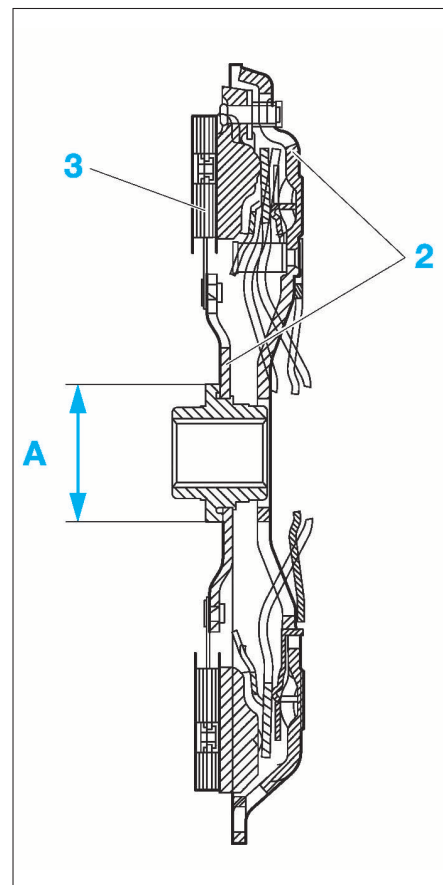

FIG. 3
Sens de montage du disque : ressorts du moyeu amortisseur côté mécanisme (volant moteur simple) positionner le plus gros diamètre (A) du moyeu du disque d'embrayage côté volant moteur (Fig.3). (volant moteur double)